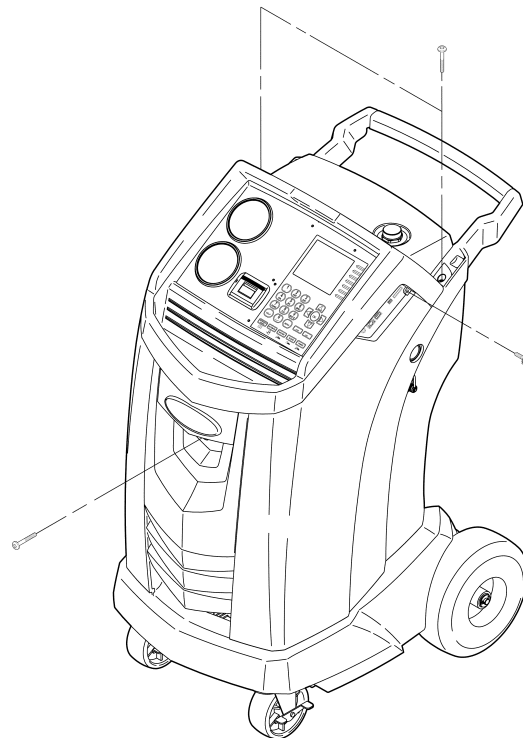

Figura 12
3. Retire los cuatro tornillos que se muestran en la Figura 12, y luego retire la cubierta.